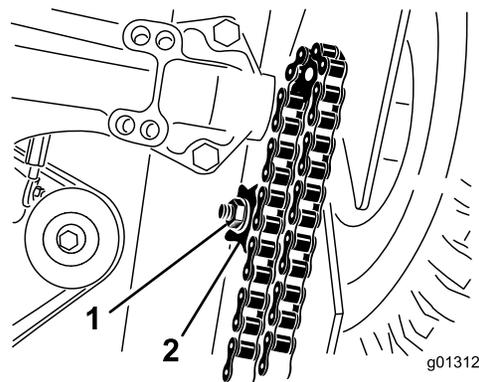

Figura 33
- A. Afloje la tuerca que sujeta el piñón tensor de la cadena que está tensando (Figura 33).